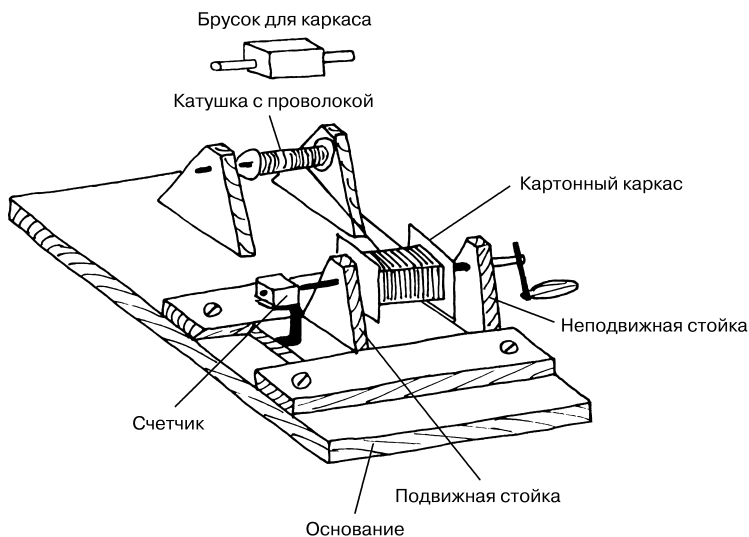

Рис. 1.30. Простой намоточный станок
*Простой намоточный станок* (рис. 1.30) позволяет наматывать на катушки провод диаметром 0,1–1,5 мм виток к витку или в навал с подсчетом количества витков.